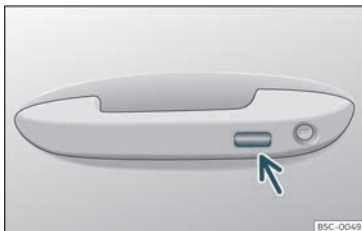

Fig. 84 Asa da porta:superficie sensora.
rante algúns segundos sobre a superficie sensora de bloqueio>>> **fig. 84** (frecha) da asa da porta para que se pechen as xanelas e o teito*. Se deixa de tocar a superficie sensora, interrompese a función de peche.
- Durante uns segundos, manteña un dedo na superficie sensora de bloqueo»» fig. 84 (frecha) da asa da porta para pechar o teito. Se deixa de tocar a superficie sensora, interrómpese a función de peche.